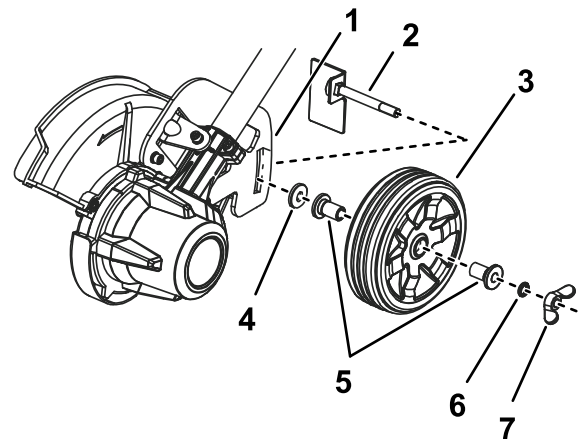

Figura 15
2. Retire la tuerca de orejeta, la arandela, los casquillos, la rueda, la arandela de goma y el eje de la rueda de la ranura de profundidad de corte del cortabordes (Figura 15).
- Introduzca el eje de la rueda a través de la ranura, con la pestaña hacia abajo, como se muestra en la Figura 15.
- Instale la arandela de goma, los casquillos, la rueda, la arandela pequeña y la tuerca de orejeta en el eje (Figura 15).